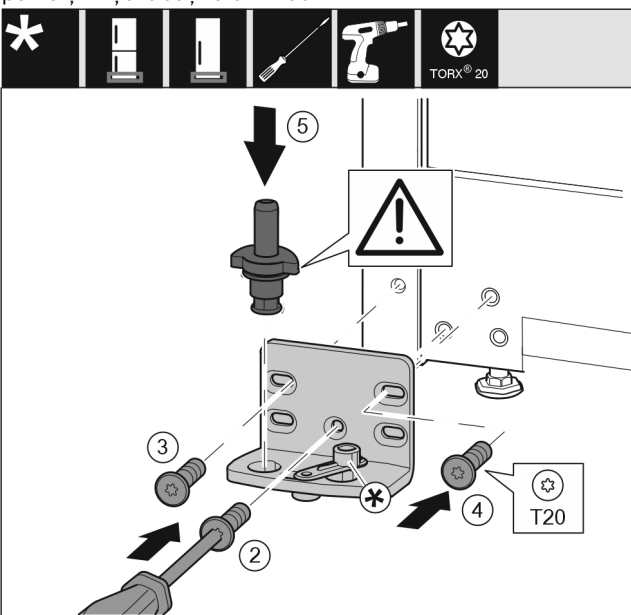

Fig. 20
- Aplicați suportul de lagăr pe partea opusă și înșurubați-l cu ajutorul unei șurubelnițe. Începeți cu șurubul Fig. 20 (2) de jos din centru.
- Înșurubați ferm șurubul Fig. 20 (3) și șurubul Fig. 20 (4).
- Introduceți complet bolțul de lagăr Fig. 20 (5). Aveți grijă aici ca respectiva camă de fixare să fie îndreptată către înăpoi.